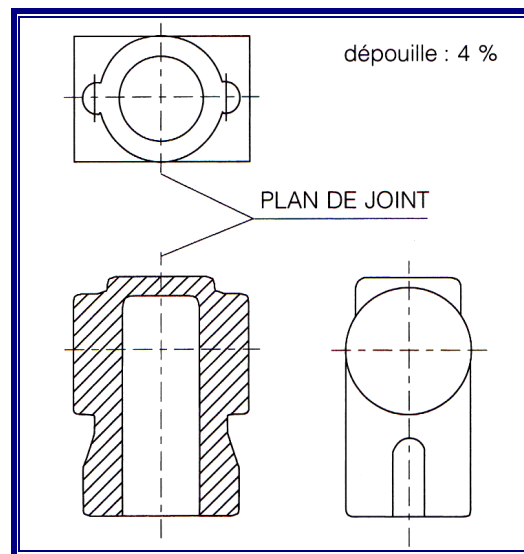

Figure 3. Projet d'enveloppe brute
1.3 Avant-projet d'étude du brut (fig. 3)